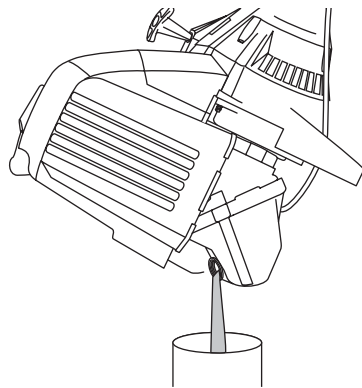

Fig. 24
3. Vierta el aceite fuera del orificio de llenado de aceite en un recipiente inclinando la unidad hasta una posición vertical (Fig. 24). Deje suficiente tiempo como para completar el drenaje.